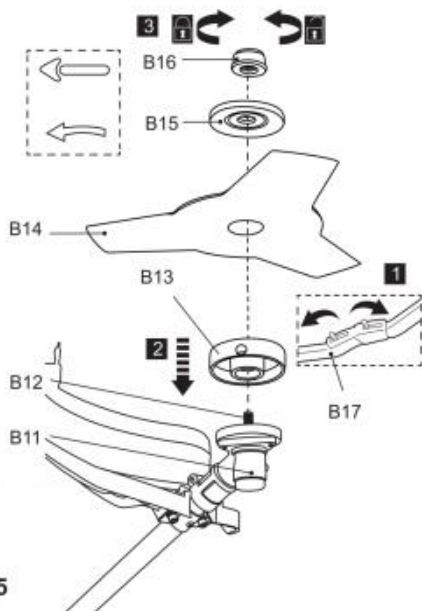

Fig. 5
7) Die Mutter (B16) gegen den Uhrzeigersinn festziehen, um das Schneidmesser zu sichern, während die Spindel (B12) mit dem Innensechskantschlüssel (E5) arretiert wird. Anschließend den Innensechskantschlüssel entfernen (Abb. 5).